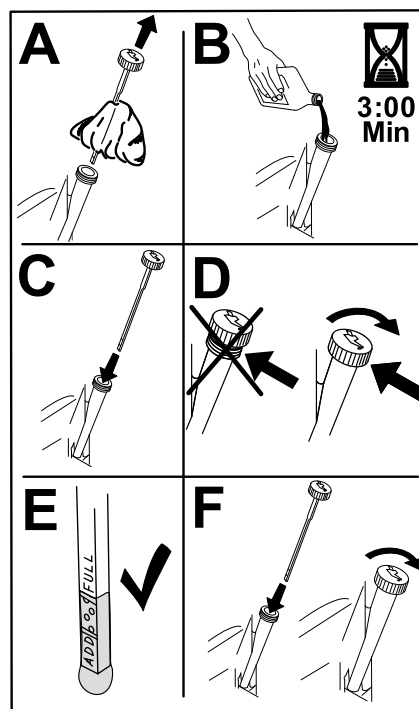

Figura 43
- Versate lentamente circa l'80% dell'olio indicato nel tubo di rifornimento e sempre con cautela rabboccate l'olio necessario per portarlo alla tacca Full (Pieno) (Figura 43).